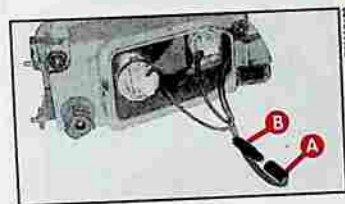

fig. 19
- 2) Enlever la douille **A**-fig. 19 en imprimant une légère rotation pour faciliter l'extraction.